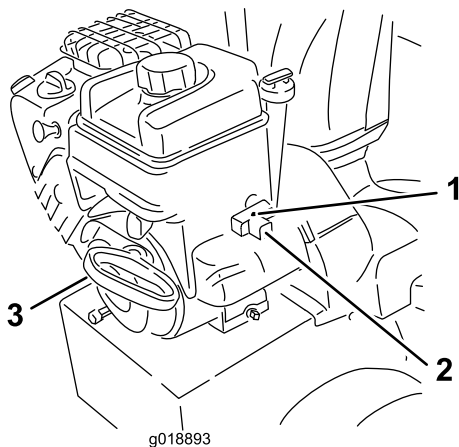

Figure 25
- Démarrez la machine en tirant sur le lanceur ou en appuyant sur le bouton de démarrage électrique (Figure 25).